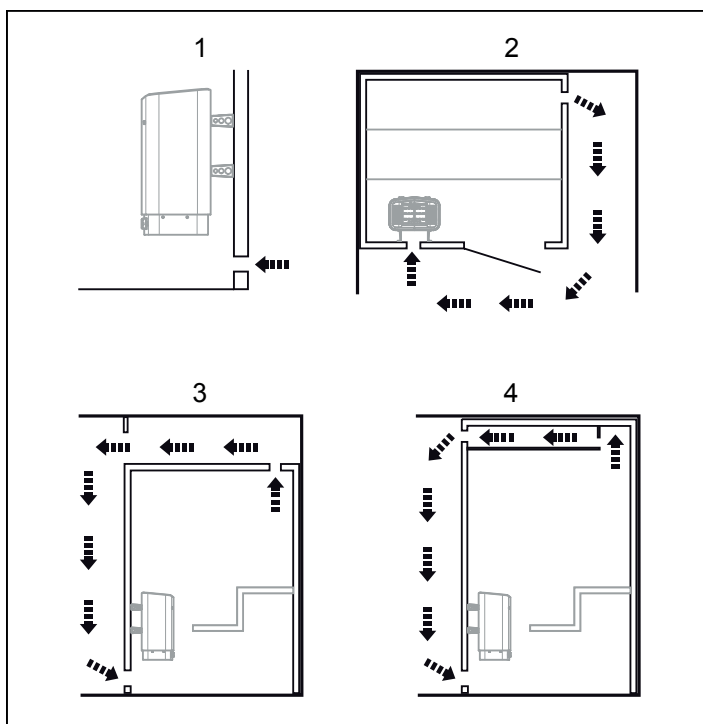

Figure 3 : positionnement des valves d'entrée et d'évacuation
Dans un sauna, l'air doit être renouvelé environ 6 fois par heure. Voir la Figure 3.
- à la plus grande distance possible de la valve d'entrée, en diagonale (voir figure 3, page 11)
- en hauteur sur le mur ou dans le plafond (voir figure 3, page 11).